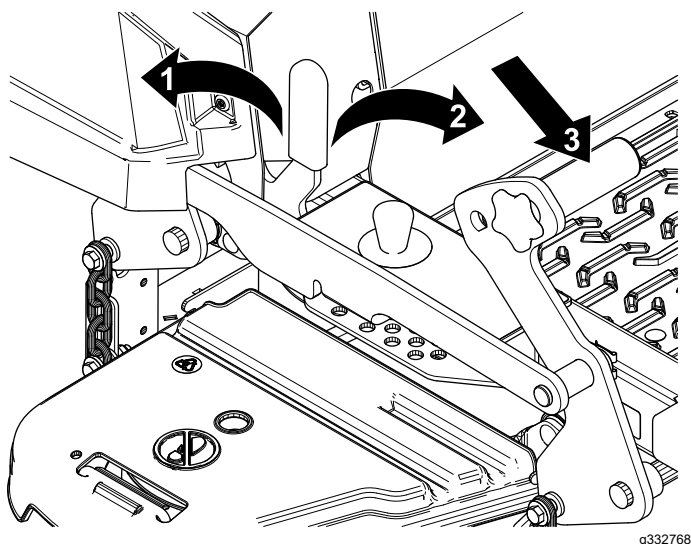

Figura 28
1. Presione el pedal de elevación de la carcasa hacia adelante del todo para bloquear la carcasa de corte en la posición de TRANSPORTE (Figura 28).
2. Presione el pedal de elevación de la carcasa hacia adelante y empuje el bloqueo de transporte hacia adelante a la posición de DESBLOQUEADO, luego baje lentamente la carcasa de corte (Figura 28).